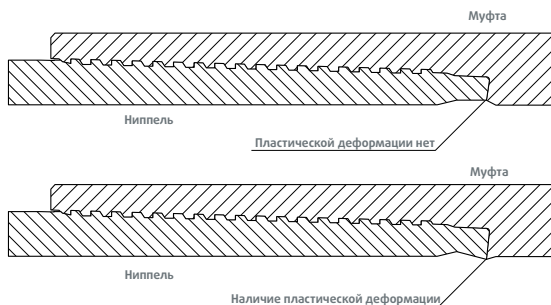

Рис. 8
- проверяйте наличие пластической деформации, возникающую при превышении максимального крутящего момента при навинчивании муфты (см. рис.8).